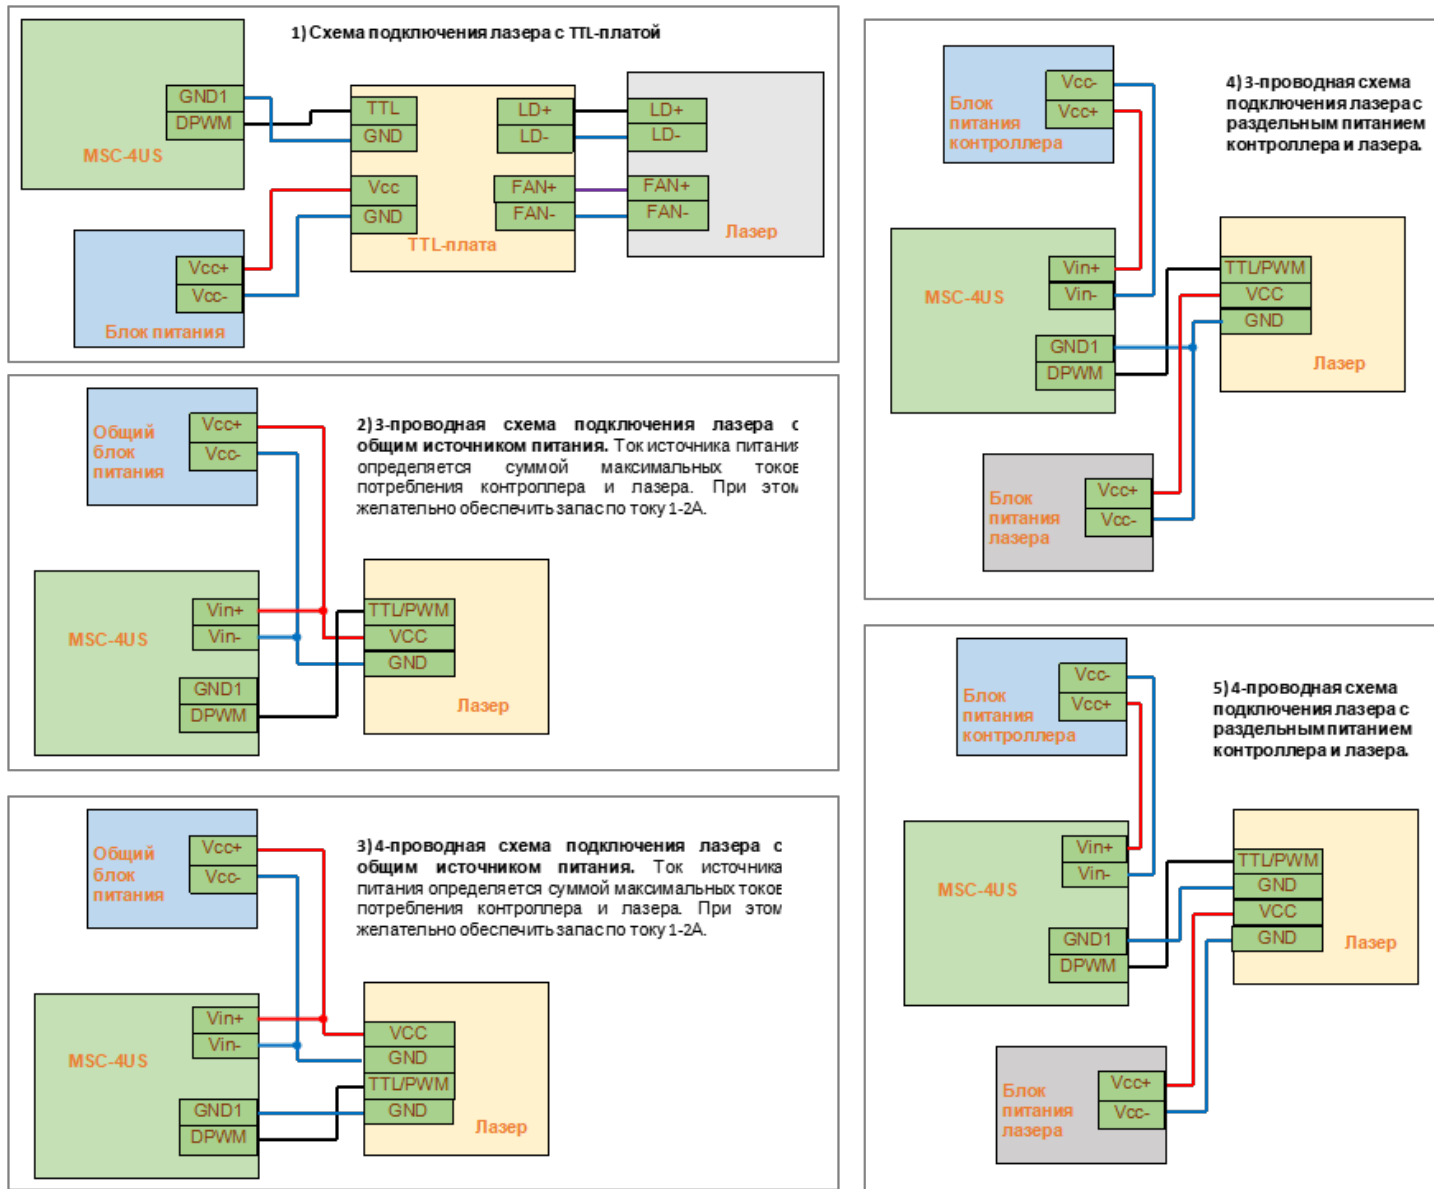

Рисунок 6: Схемы подключения лазера к контроллеру
**DPWM** — нефильтрованный ШИМ-сигнал TTL-уровня (прямоугольные импульсы с амплитудой 5V) — в основном используется для управления мощностью LED-лазера. На рис.6 представлены возможные варианты подключения лазера к контроллеру: с общим или раздельным питанием, по 3- или 4-проводной схеме.